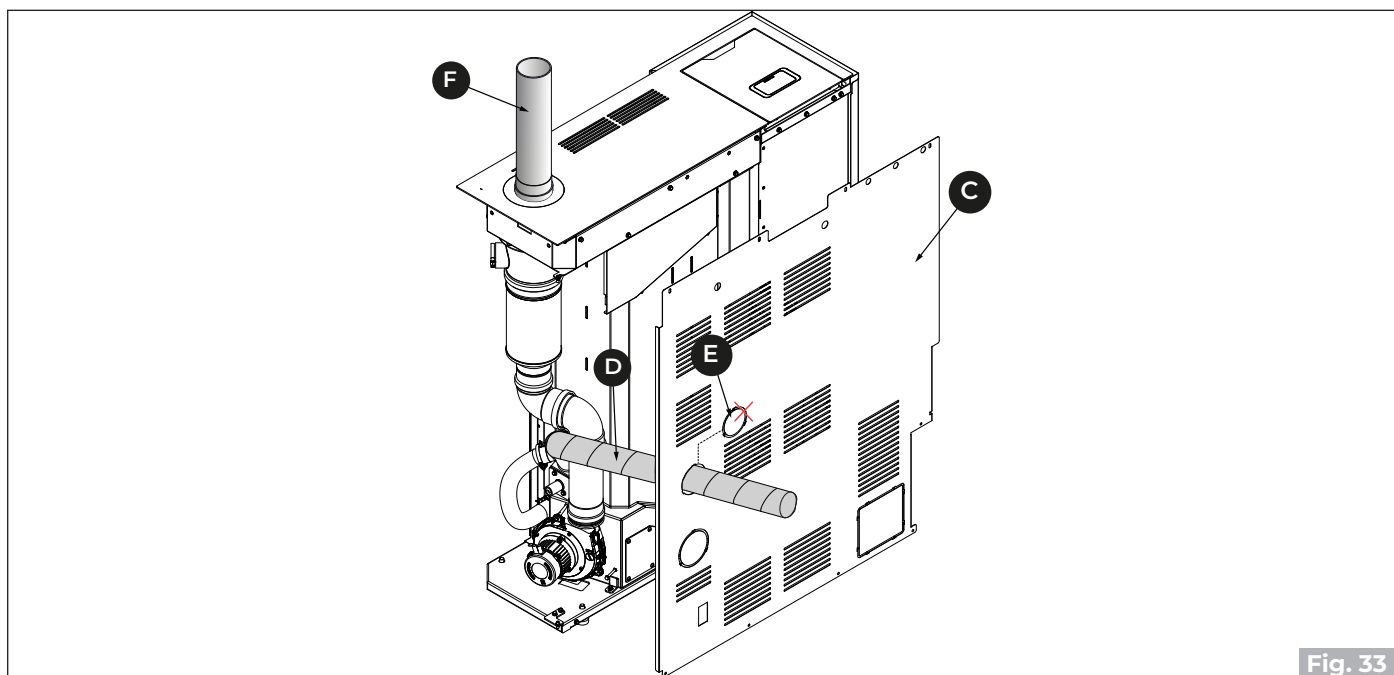

Fig. 33
- Schließen Sie das Rauchabzugsrohr **(F)** (Fig. 33) an